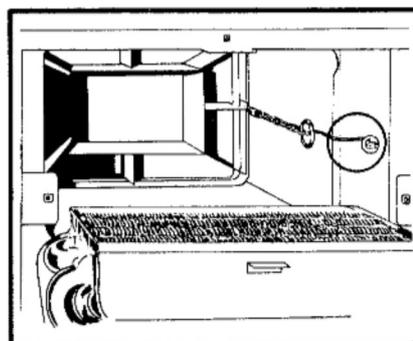

Fig. 7
- Passer la ventouse à l'extérieur, pour la gaine, la placer en position définitive et l'accrocher à l'aide des chaînes sur les crochets (fig. 7).